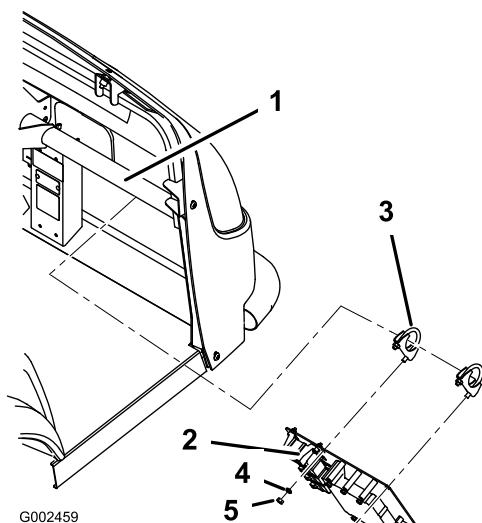

Bild 11
- C. Montieren Sie die Befestigungsplatte am Workman 200-Sprühsystem mit zwei U-Bügelklemmen (5/16 x 3/4 Zoll) zwei Muttern (5/16 Zoll) und zwei Sicherungsscheiben (5/16 Zoll) wie in Bild 11 dargestellt.